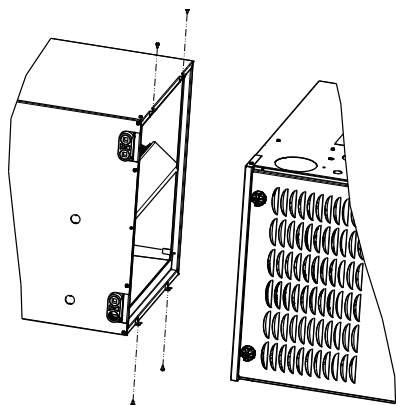

Fig. 13: Instalación horizontal izquierda
3. Utilice tornillos autorroscantes para conectar el calefactor (Fig. 13).